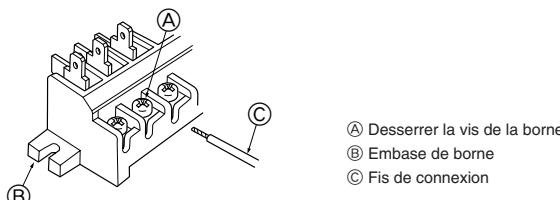

Fig. 7-6
- Faites attention de brancher les fils correctement. (Fig. 7-6)